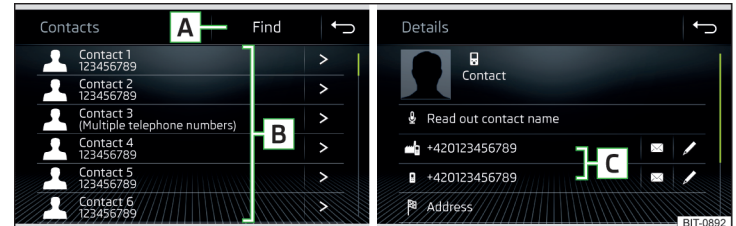

Abb. 141 Liste der Telefonkontakte / Kontaktdetails
- › Im Hauptmenü *Telefon* die Funktionsfläche  antippen, es wird eine Liste der Telefonkontakte angezeigt » Abb. 141.